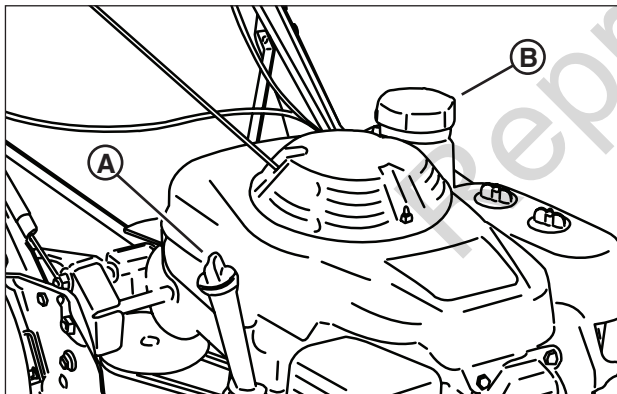

Figure 2: Remplissage d'huile et de carburant
4. Vérifiez le niveau d'huile moteur (**A, Figure 2**) et rajoutez si nécessaire de l'huile pour amener le niveau au marquage du plein. Référez-vous au manuel du moteur pour les spécifications de l'huile et les procédures.
- Retirer le bouchon du réservoir d'essence (**B, Figure 2**).